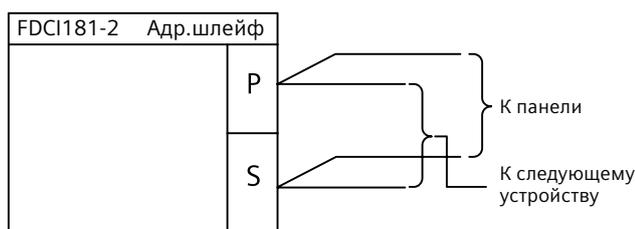

Рис. 3.3.4
1. Подсоедините кабели к разъемам в соответствии с рис. 3.3.4 и 3.3.5.